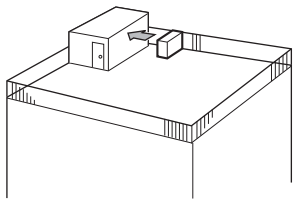

Fig. 2-3
- ① Τοποθετήστε τη μονάδα ώστε το στόμιο εξαγωγής του αέρα να είναι στραμμένο προς τον πλησιέστερο διαθέσιμο τοίχο και να απέχει περίπου 50 εκατοστά. (Fig. 2-3)